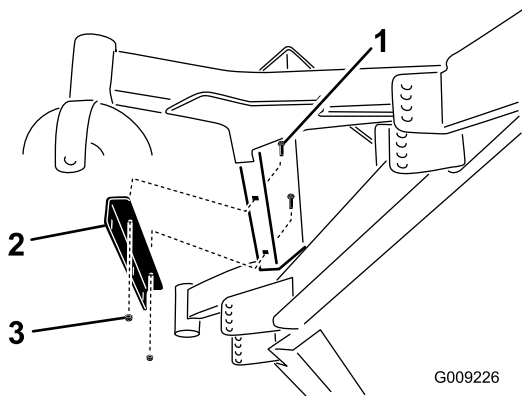

Figure 35
4. Fixez le support de montage de masse sous le repose-pieds avec 2 boulons de carrosserie ($\frac{5}{16}$ " x $\frac{3}{4}$ ") et 2 écrous à embase ($\frac{5}{16}$ "), comme montré à la Figure 35.